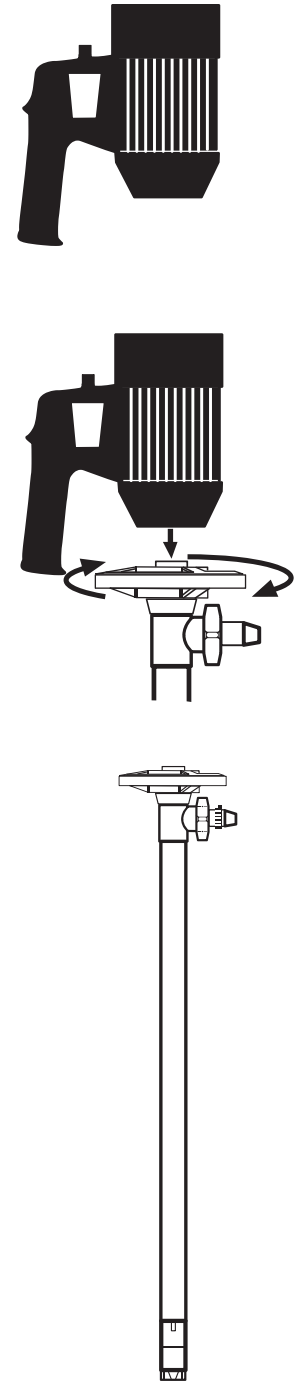

Figure 11
2. Raccorder le moteur au tube existant de la pompe (voir la Figure 11 ci-contre).